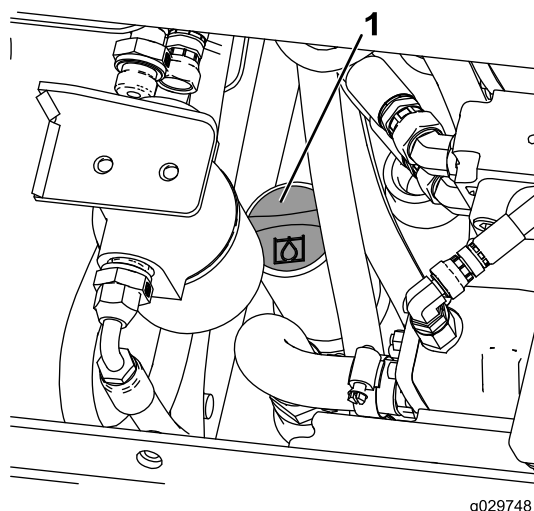

図 62
7. 油圧オイルタンクの注油口の周囲をきれいに拭く 図 62。